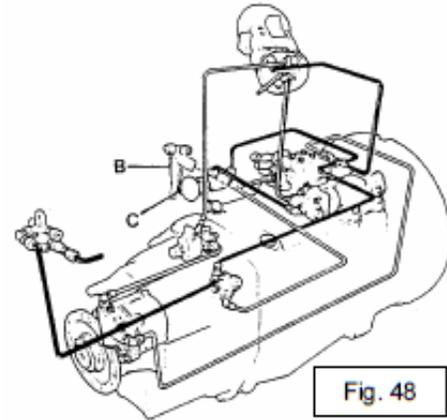

Fig. 48
Para que el cambio split (Fig. 48) pueda tener lugar, es necesario que en el desembragado la palanca (B) presione hacia dentro el pistón de la válvula de bloqueo (C).